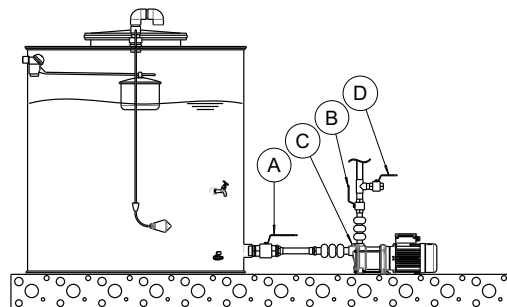

Figure 8: Exemple : installation d'une pompe en fonctionnement de pression
- Fermez le robinet d'arrêt de refoulement (B) ;
- Fermez le robinet d'arrêt d'aspiration (A) ;
- Dévissez le bouchon de remplissage (C) ;
- Ouvrez progressivement le robinet d'arrêt d'aspiration (A) jusqu'à ce que le liquide s'écoule du bouchon de remplissage (C) ;
- Fermez le bouchon de remplissage (C) ;
- Ouvrez le robinet d'arrêt de refoulement (B) ;
- Aérez la pompe sur le côté de décharge par exemple via une soupape d'aération sur le côté de décharge (voir Figure 8 Exemple : installation d'une pompe en fonctionnement de pression);
- Fermez la décharge de la soupape (B) d'arrêt ;